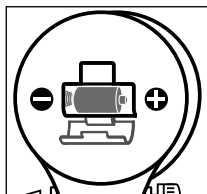

Рис. 3
1. Откройте крышку отсека для аккумуляторной батареи и вставьте аккумуляторную батарею, соблюдая полярность согласно схеме, расположенной внутри отсека (рис. 3). Не прилагайте чрезмерных усилий при снятии крышки отсека для аккумуляторной батареи.